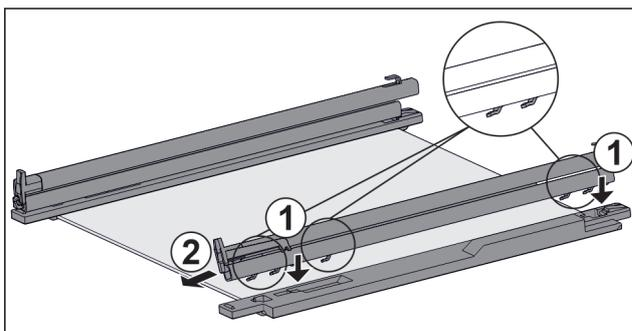

Fig. 130 Staklena ploča s vodilicama i pridrznim dijelovima
- ▶ Stavite kuke vodilice na otvore **lijevog** pridrznog dijela. Fig. 130 (1)
- ▶ Skinite vodilicu prema naprijed. Fig. 130 (2)
- ▶ Stavite kuke vodilice na otvore **desnog** pridrznog dijela. Fig. 130 (1)